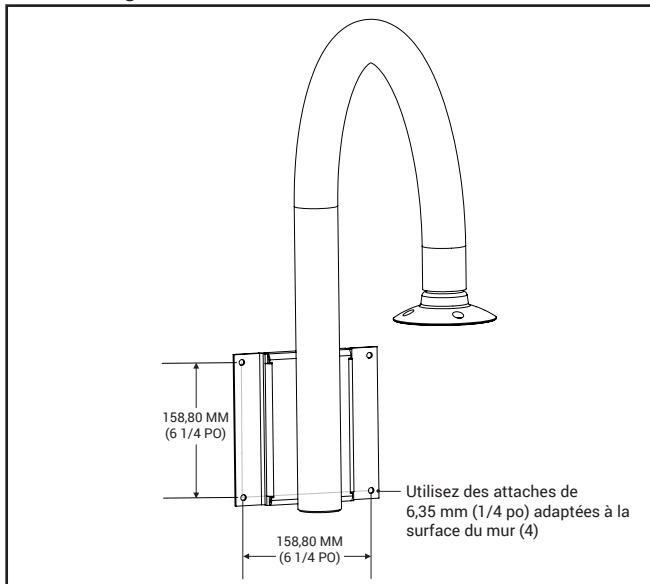

Figure 8.
3. Effectuez les connexions des fils et fixez le bras Bishop au mur. Quincaillerie de montage non fournie. Consultez la Figure 8 pour obtenir les dimensions de montage.